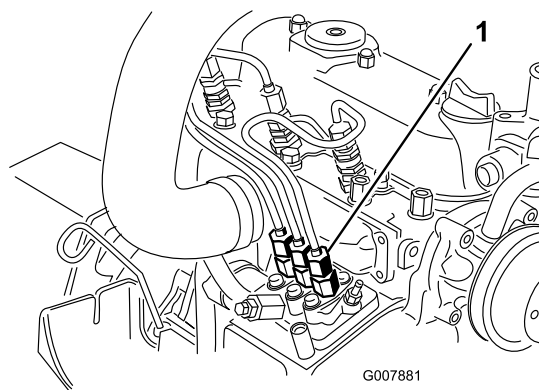

Bild 46
1. Legen Sie einen Lappen unter den Schlauchanschluss von der Einspritzpumpe zur 1. Einspritzdüse, siehe Bild 46.